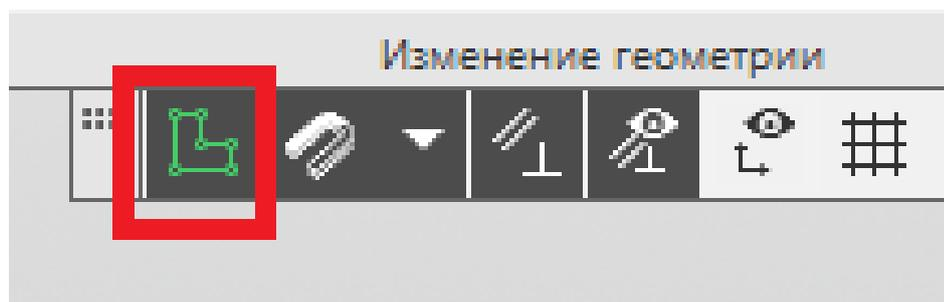

Рис. 20
17. Завершаем построение эскиза нажатием на пиктограмму «Создать эскиз» (рис. 20).